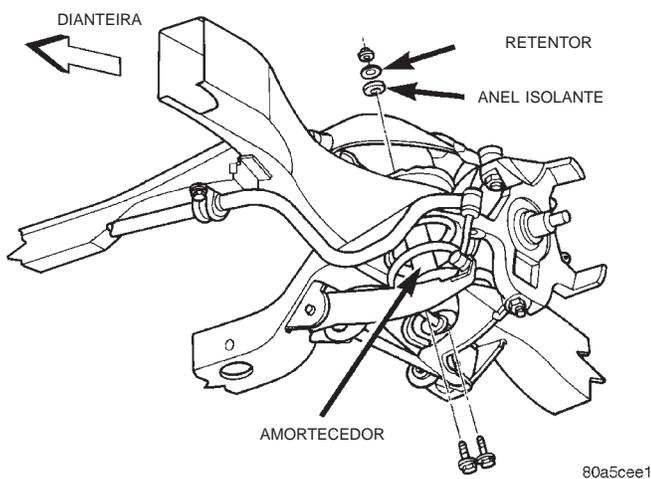

Fig. 3 Amortecedor Dianteiro
(1) Remova a porca, o retentor e o anel isolante superiores do prisioneiro do amortecedor (Fig. 3).
(2) Levante e apoie o veículo.
(3) Remova os parafusos de montagem inferiores e remova o amortecedor através do braço inferior da suspensão (Fig. 3).